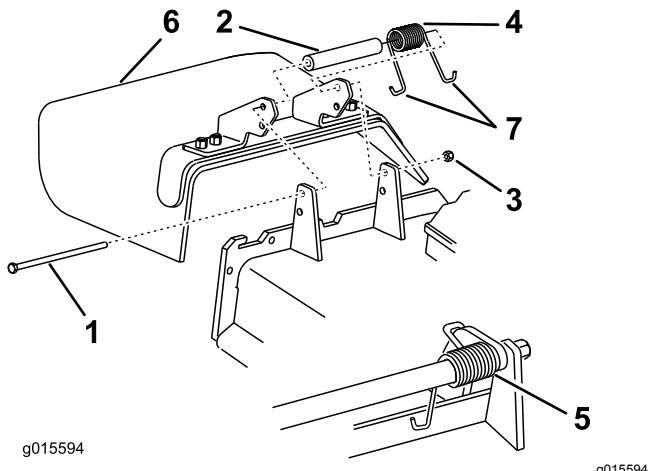

Figure 97
1. Retirez le contre-écrou, le boulon, le ressort et l'entretoise qui fixent le déflecteur aux supports de pivot (Figure 97).
2. Enlevez le déflecteur s'il est endommagé ou usé (Figure 97).
**Remarque:** Prenez soin de placer 1 extrémité en J du ressort derrière le bord du tablier avant de mettre le boulon en place, comme montré à la Figure 97.
6. Accrochez l'extrémité en J du ressort au déflecteur d'herbe (Figure 97).